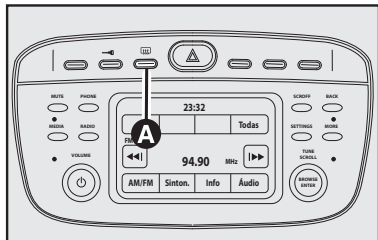

fig. 61
## DESEMBAÇAMENTO/ DESCONGELAMENTO DO VIDRO TRASEIRO TÉRMICO - fig. 61
- vidro traseiro térmico (para acionar/desacionar somente vidro traseiro térmico, pressionar o botão **A - fig. 61**);